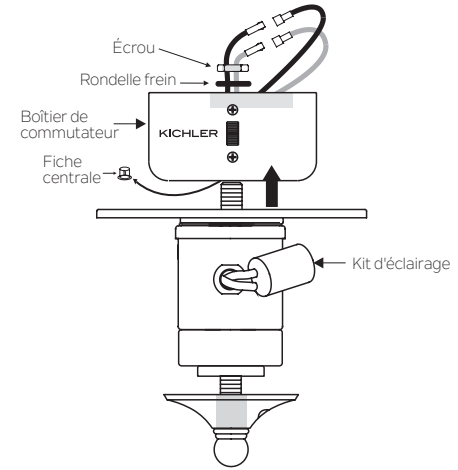

Fig. 1
1. Retirez et jetez la fiche centrale du boîtier de l'interrupteur. Fixez le kit d'éclairage au boîtier du commutateur en faisant passer les fils du kit d'éclairage (noir et blanc) à travers le trou du boîtier du commutateur, puis vissez-le sur le boîtier du commutateur à l'aide d'un écrou et d'une rondelle de blocage. Assurez-vous qu'il est suffisamment serré pour empêcher le kit d'éclairage de vibrer librement. (Fig. 1)